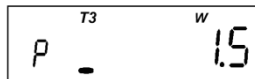

Рисунок 4.9
- прогнозируемая отпущенная активная мощность (отображается мнемоникой "W" и маркером "↔"). Только для двунаправленных счетчиков (рисунок 4.9):